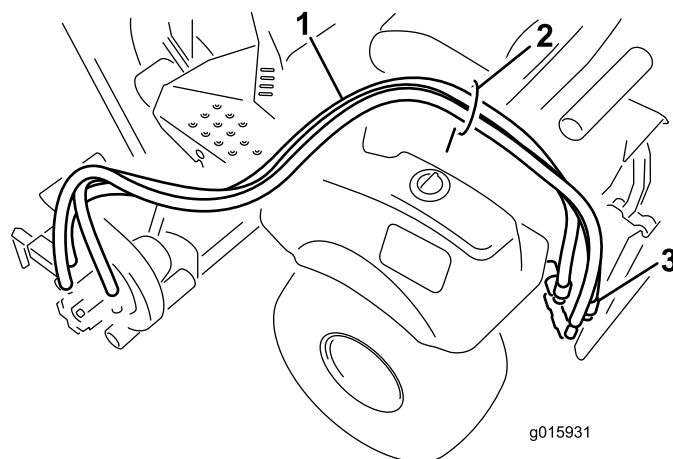

Figura 14
1. Encaminhe a tubagem hidráulica através do guia de tubos e até à traseira da máquina (Figura 14).
2. Ligue os tubos aos conectores traseiros remotos (Figura 14).